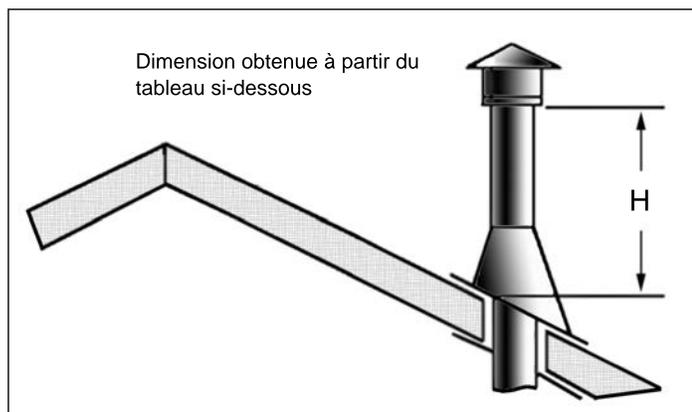

Figure 27C: Hauteur de la terminaison verticale ; Se référer au tableau 8
- Étape 8.** Ajoutez des sections de conduit jusqu'à ce que le bouchon du conduit réponde aux exigences minimales du code. Référez-vous à la figure 27C et le tableau 8. À noter que plus la pente du toit est forte, plus l'évent doit être haute. Dans des conditions de vent fort, s'il y a des arbres à proximité, deux toitures avoisinantes, des toits à pente forte, et d'autres facteurs similaires, il peut résulter un faible tirage. Augmenter la hauteur de l'évent peut résoudre le problème.